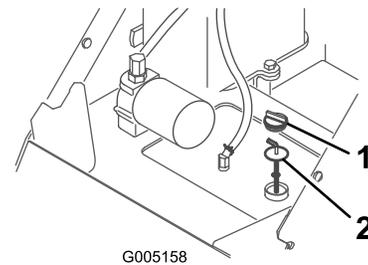

Figura 9
4. Limpie la zona alrededor del cuello de llenado del depósito de aceite hidráulico (Figura 9).
5. Retire el tapón del cuello de llenado y compruebe en la varilla el nivel de fluido (Figura 9).